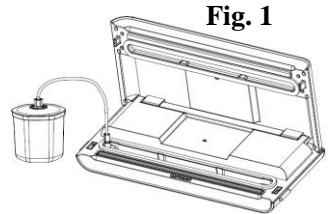

Fig. 1
2. Använd en sax för att klippa en påse från rullplasten till önskad längd – **Fig. 1.**
3. För in påsens öppning i vakuumkanalaren. Se till att luftintaget inte täcks av påsen. – Fig. 1.
3. Öppna apparatens lock. Anslut den ena änden av slangen till luftintaget i vakuumkamarområdet och anslut den andra änden av slangen i mitthålet på matbehållarens lock. Vrid vredet på matbehållarens lock till positionen "SEAL" – Fig. 1 & 2.